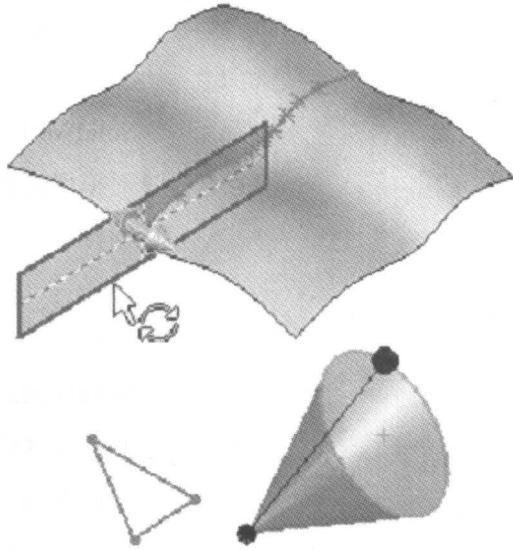

图 1-1 添加放样截面 ▶
- (1) 可以添加精度更高、控制点更少的放样截面。
- (2) 使用添加放样截面命令所添加的放样截面会在其终点自动生成穿透点, 如图 1-1 所示。而以前添加这些剖面与现有引导线并没有几何关系。